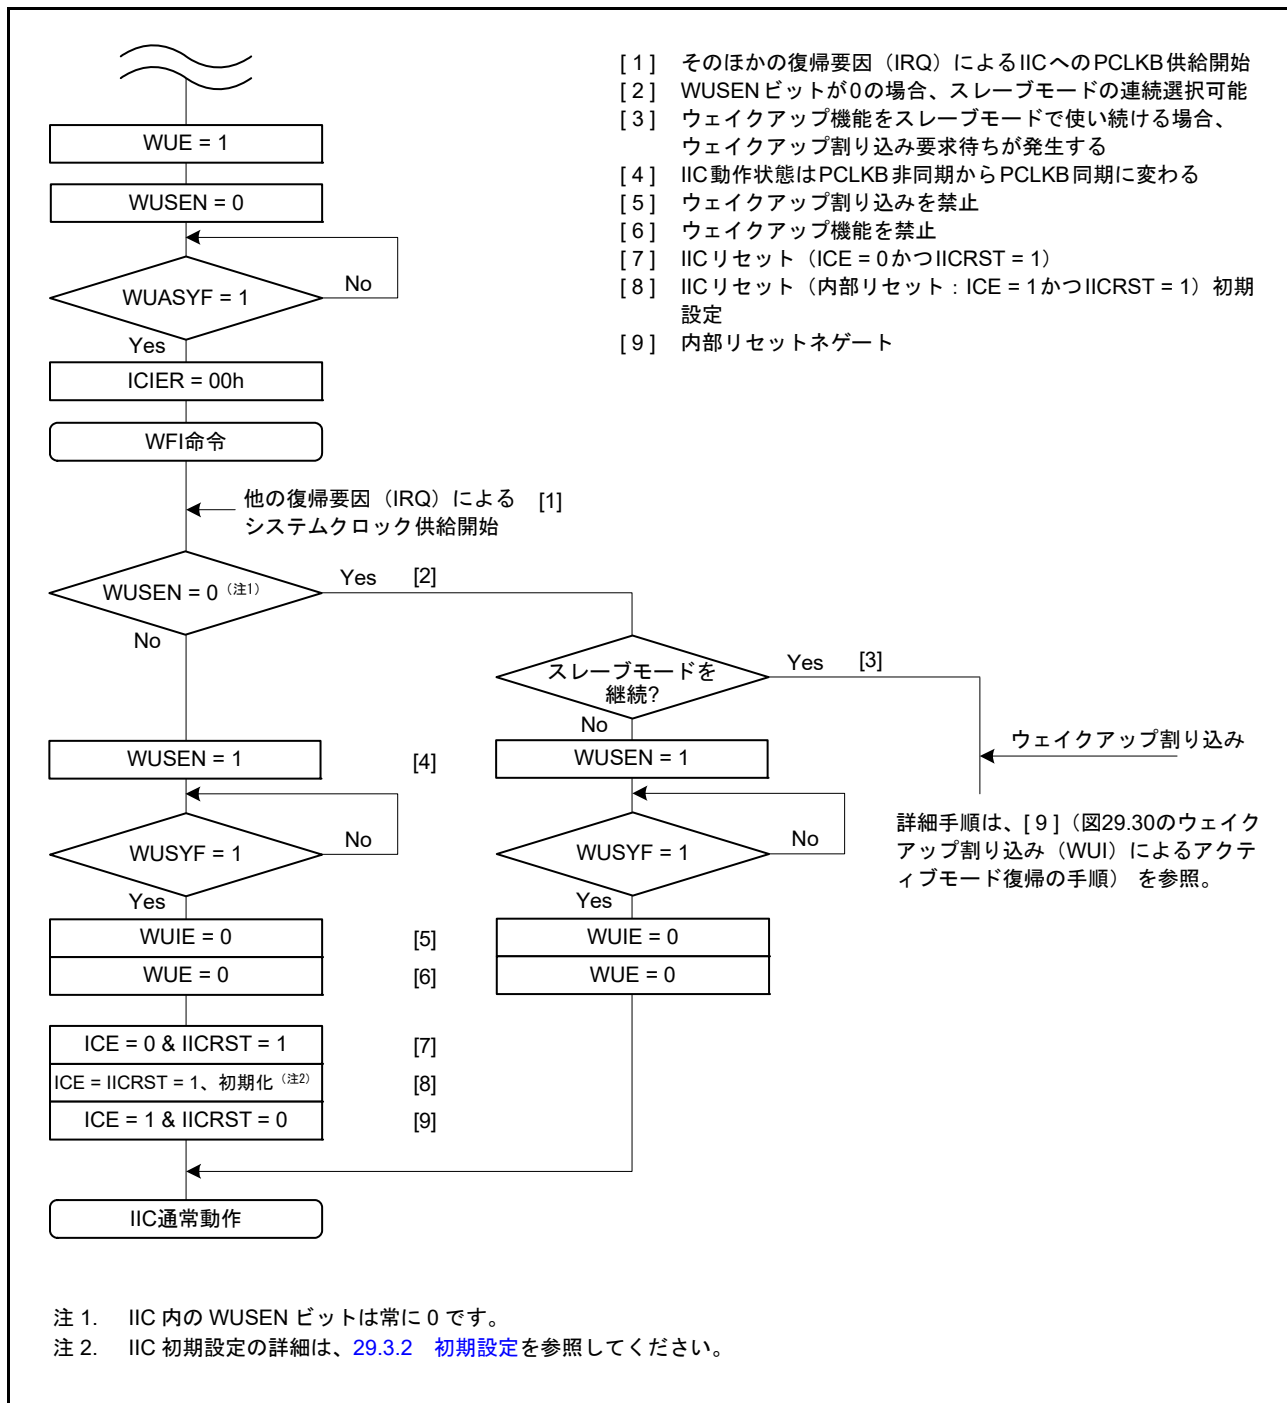

図 29.31 ノーマルウェイクアップモード 1 および 2 の動作例 (IIC ウェイクアップ割り込み以外の割り込み (たとえば IRQn) によるウェイクアップの場合)
2. ウェイクアップ割り込み以外の割り込み (IRQn など) で、ソフトウェアスタンバイモードまたはスヌーズモードからの遷移がトリガされると、WUF フラグは 1 になりません。図 29.31 に示す処理に従ってください。
2. ウェイクアップ割り込み以外の割り込み (IRQ など) で、ソフトウェアスタンバイモードまたはスヌーズモードからの遷移がトリガされると、WUFは1になりません。図 29.31 に示す処理に従ってください。